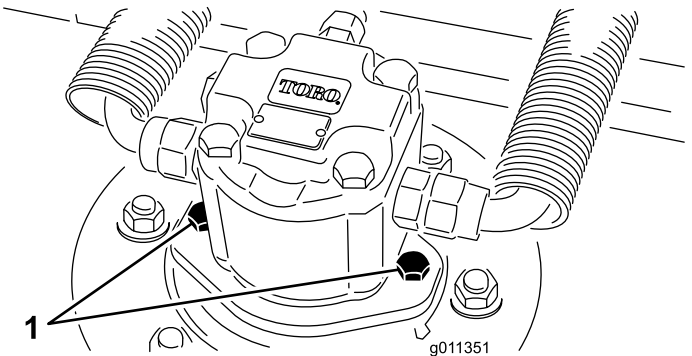

Figure 61
2. Débranchez et déposez le moteur hydraulique du plateau de coupe (Figure 61). Couvrez le dessus de l'axe pour éviter toute contamination.
4. Montez le moteur hydraulique sur le plateau de coupe (Figure 61). Vérifiez que le joint torique est en place et en bon état.